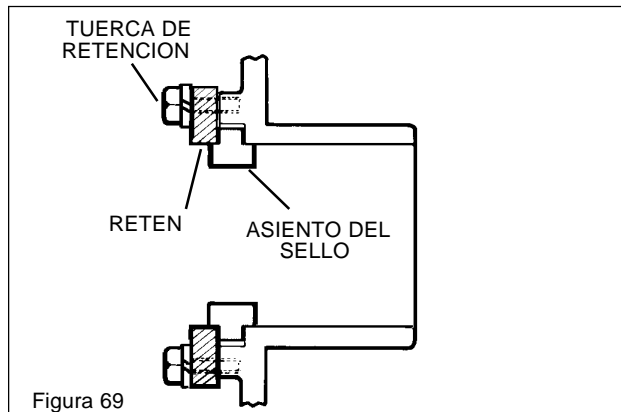

Figura 69
- Quite las tuercas de retención de los asientos de los sellos. (Vea la figura 69)